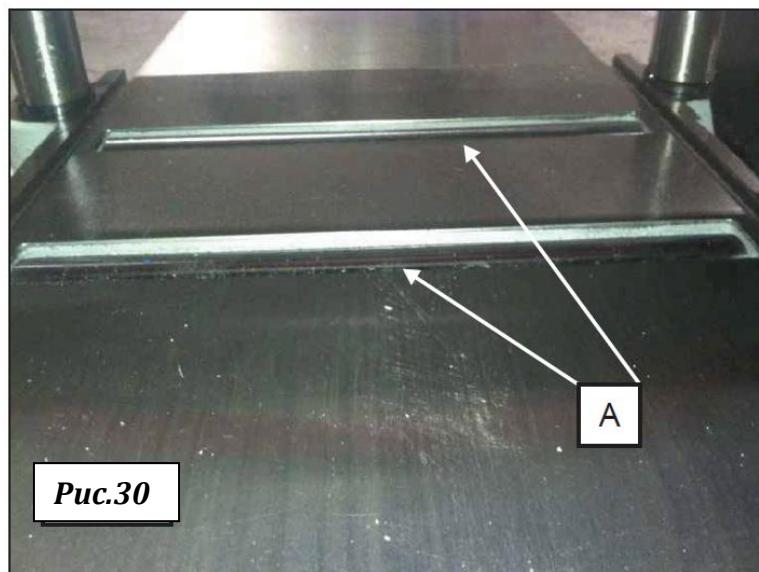

Рис.30
Рейсмусовый станок снабжён двумя роликами (A) стола, рис. 30, которые обеспечивают подачу заготовки, при этом уменьшая трение. Так как каждый сорт древесины ведёт себя по-разному, точные размеры надлежащей настройки по высоте отсутствуют. В общем случае, при строгании шероховатой заготовки следует устанавливать ролики следуя высоко, на 0,08 мм...0,13 мм выше поверхности стола. При строгании отдельанной заготовки ролики стола следует устанавливать низко, т.е. на 0,03 мм над поверхностью стола или уровня поверхности стола. Ролики стола на рейсмусовом станке настроены для среднего режима строгания и параллельно поверхности стола.